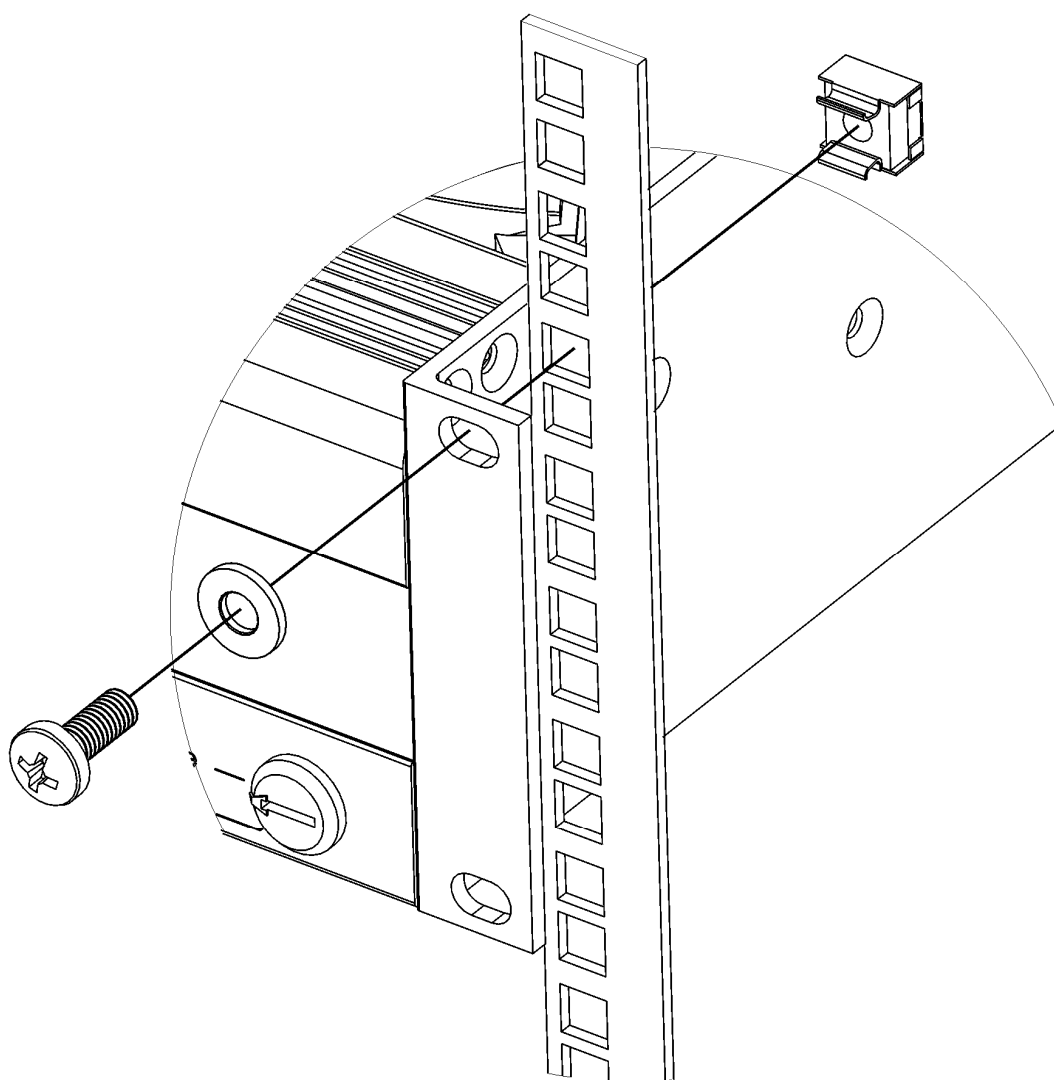

Figura 12: Fixação do ventilador de sistema de 19"
3. Fixar ventilador de sistema em todas as quatro ranhuras, veja Figura 12 abaixo.